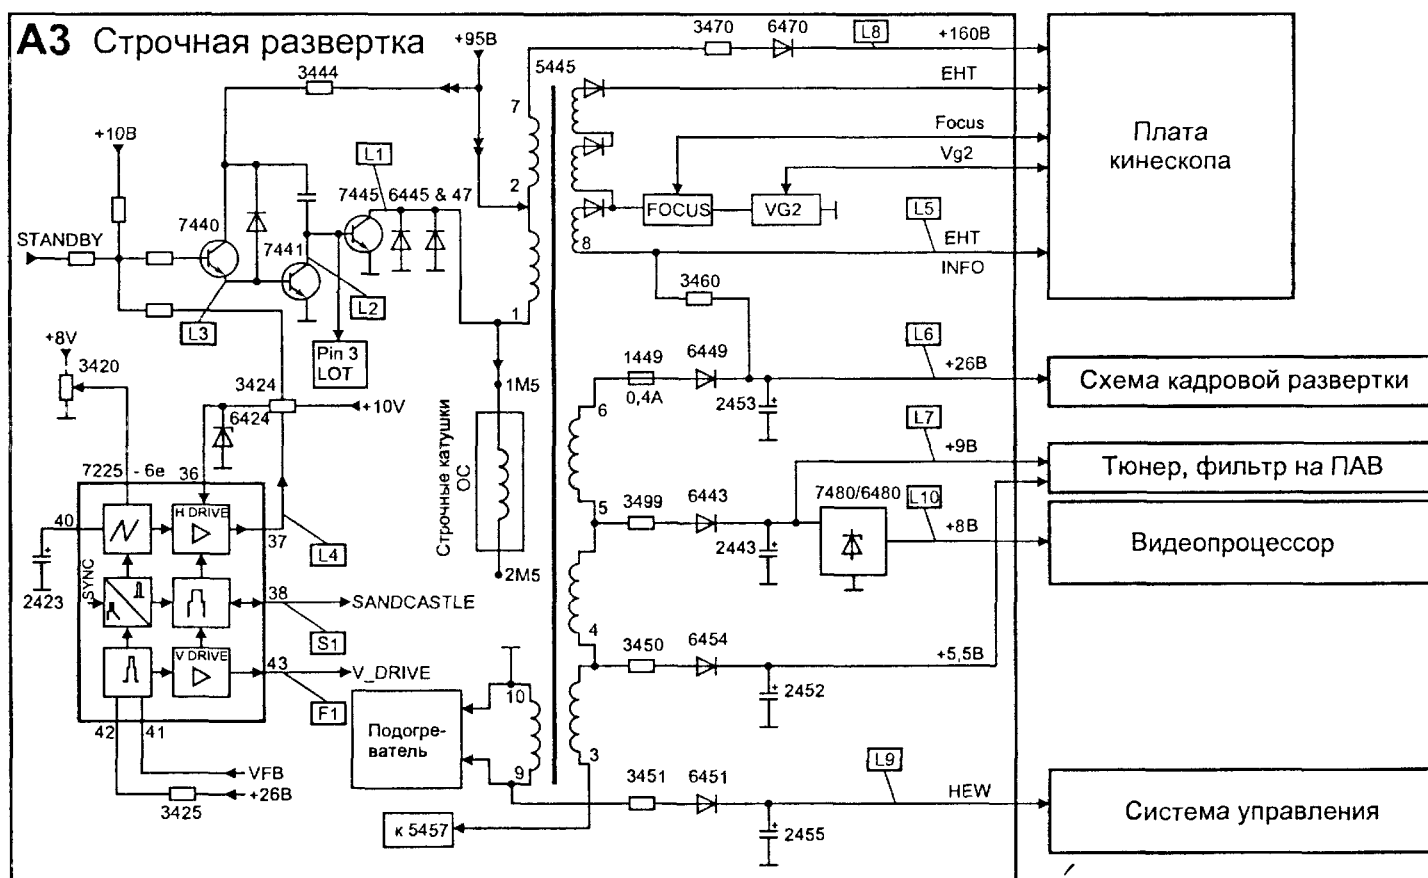

Рис. 8.10
**Узел 4** (рис. 8.10—8.11). Как было отмечено ранее, в микросхеме 7225 происходит выделение сигналов кадровой и строчной частот. С выв. 57 снимается сигнал синхронизации строчной частоты и подается на усилитель на транзисторах